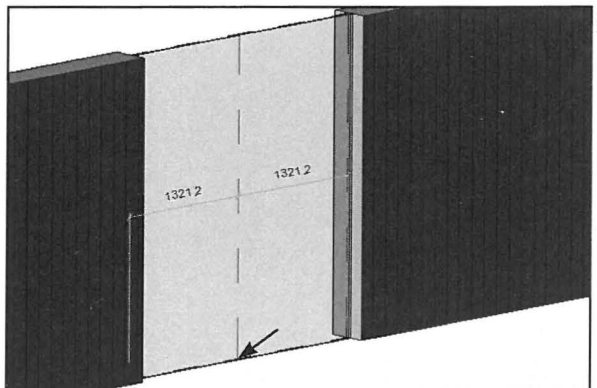

Fig. 17.07. Lav lodrette opdelinger ved at holde musen henover de vandrette kanter på glasset.
- Hold musen hen over de vandrette kanter for at lave en lodret opdeling. Klik når opdelingen har det korrekte mål (Fig. 17.07), eller klik og ret målet ved de midlertidige målkæder der forekommer.